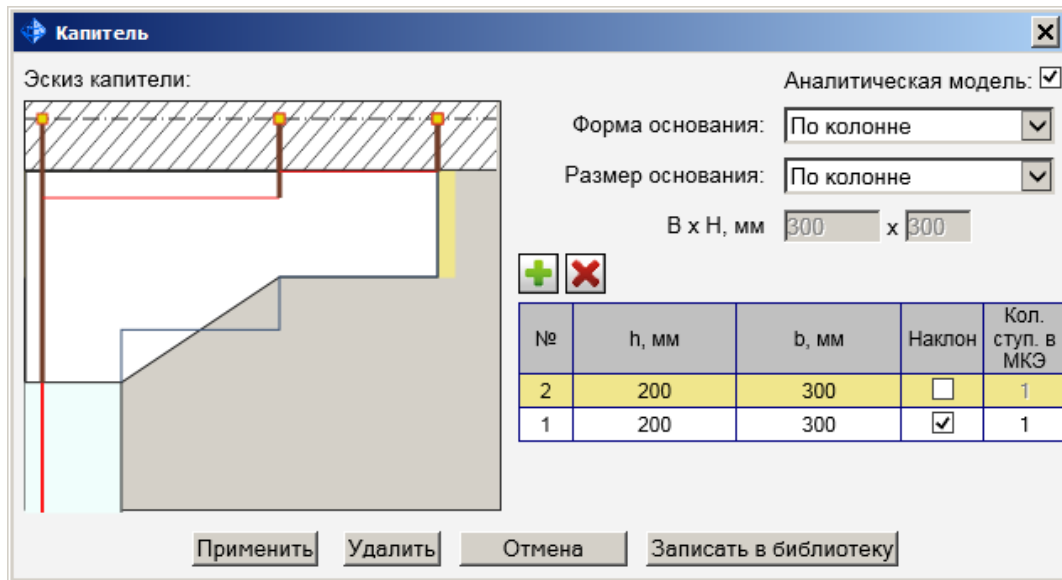

Рис.4.4. Диалоговое окно Капитель
- Вызовите диалоговое окно **Капитель** (рис.4.4) щелчок по кнопке  в строке свойств инструмента Колонна.